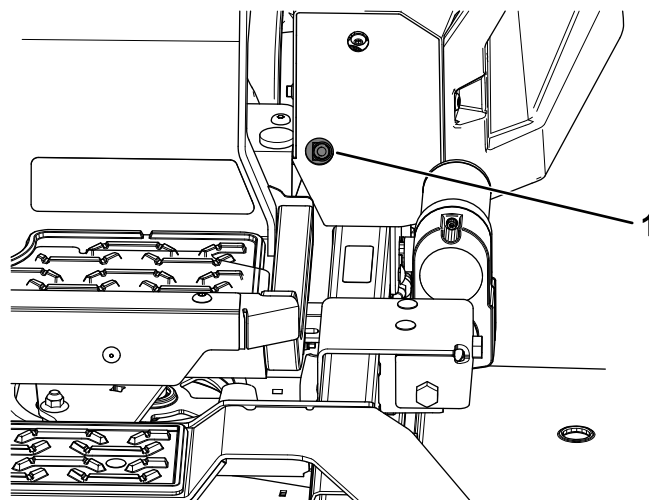
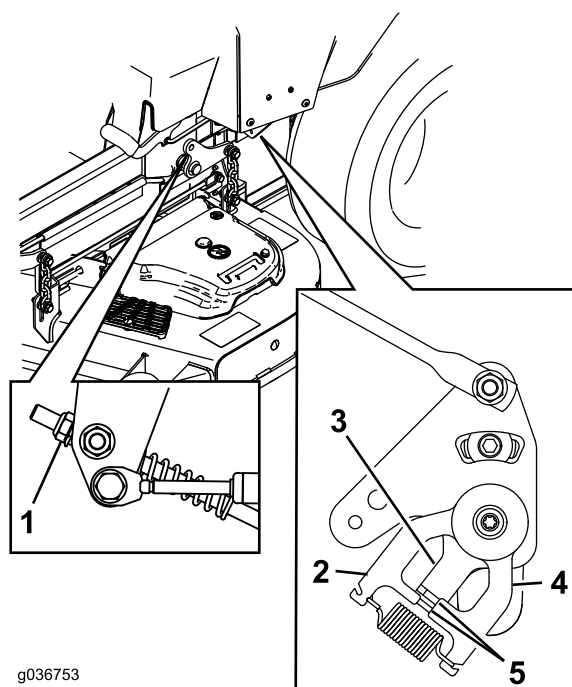

Figura 65
Figura 66
11. Reglați lungimile tijei de control a pompei prin rotirea piuliței în direcția corespunzătoare până când roile încep să se rotească ușor în mararier (Figura 65 i Figura 66).